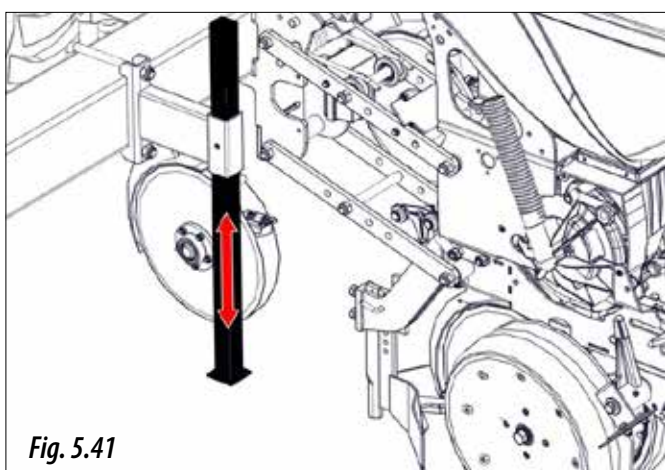

Fig. 5.41
- 3- Mutați piciorul de susținere în poziția dorită (Fig. 5.41).